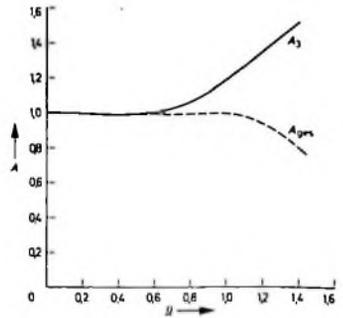

Bild 13. Frequenzgang der Gegenkopplung ( $A_2$ ) und der kompensierten Verstärkerstufe ( $A_{ges} = A_2 \cdot A_1 \cdot A_3$ )
Diese Gleichung ist im Bild 13 ausgewertet. Die Verstärkungsminderung bei  $\Omega = 0,4$  ist durch die Abweichung von Gl. (100) bedingt. Der ebenfalls im Bild 13 dargestellte Gesamtamplitudengang